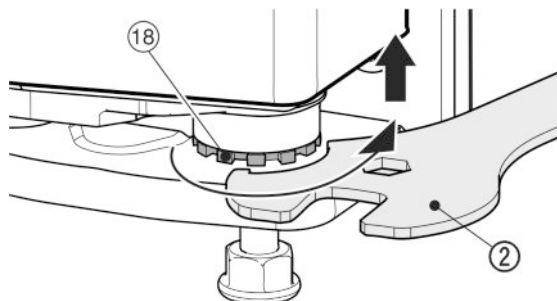

Fig. 18
- ▶ Pre nadvihnutie dverí vytočte ložiskový čap Fig. 18 (18) smerom doprava pomocou priloženého vidlicového kľúča Fig. 18 (2). Pri expedícii je ložiskový čap celkom zatočený.